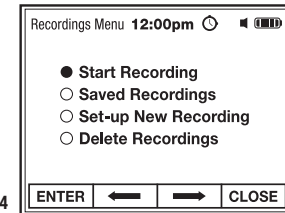

Fig. 4
1. En el Menú de Grabaciones, seleccione e introduzca Borrar Grabaciones (Fig. 4).
1. From Recordings Menu, select and ENTER Set-up New Recording (Fig. 4).
- From the Recordings Menu, select and ENTER Start Recording (Fig. 4).